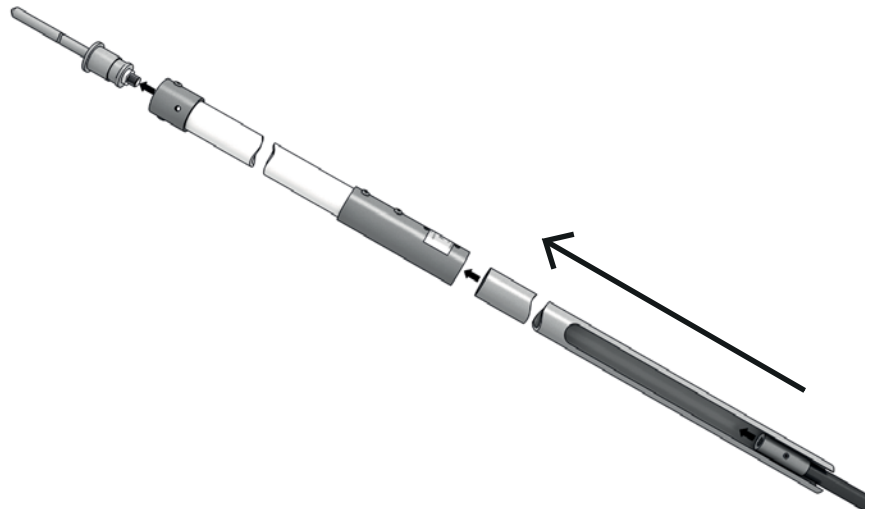

Bild 22 Teile des Fangmasts zusammenstecken
5. Legen Sie alle drei Teile der Fangstange (siehe Bild 22) auf den Boden.